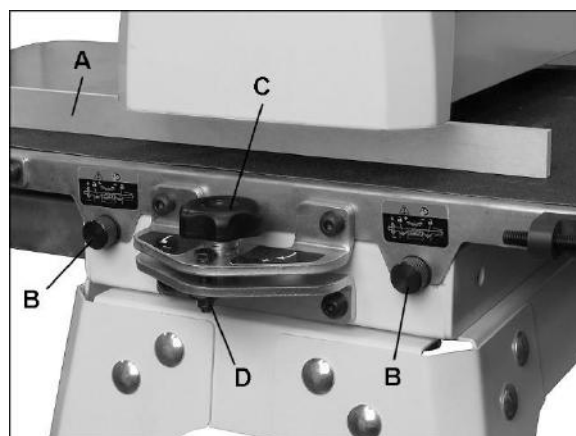

Figure 8-3: Alignement du cylindre
3. Insérez la jauge entre le cylindre et la table du convoyeur du côté externe du cylindre (A, Figure 8-3).
7. Desserrez les deux vis de verrouillage de la table (B, Figure 8-3)
3. Si une bavure est visible là où le cylindre chevauche, abaissez légèrement la table sur l'extrémité externe en tournant le bouton (C, Figure 8-3).
Remarque : Pour un matériau à poncer de largeur inférieure à 406 mm, régler le parallélisme entre le convoyeur et le cylindre. Tournez le bouton en direction opposée jusqu'à ce que le écrou (D, Figure 8-3) soit en contact. Le écrou fait butée pour le parallélisme de la table.